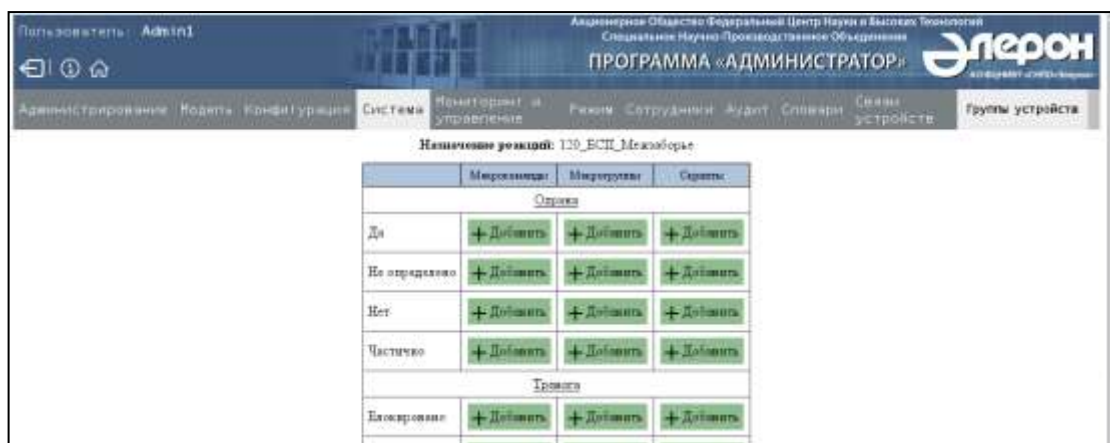

Рис. 72
2) проконтролировать удаление выбранного скрипта в заданной ячейке таблицы назначения реакций (Рис. 72).